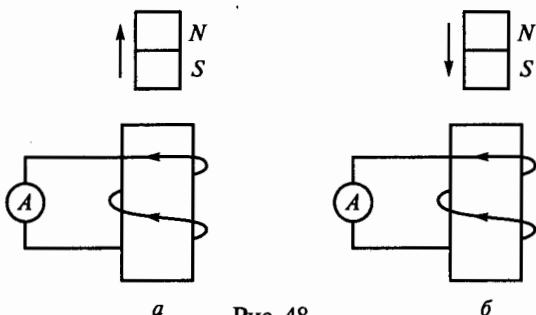

Рис. 48
**2.21.** Каково правильное направление перемещения постоянного магнита относительно катушки при заданном направлении индуцированного тока на рис. 48?
1. На рис. 48, а.
2. На рис. 48, б.